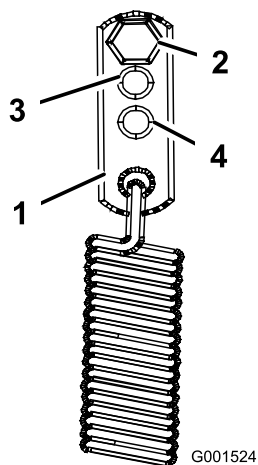

Figure 44
- Pour des conditions de conduite plus difficiles, déplacez les ancrages de ressort aux positions service moyen ou lourd (Figure 44). Les ancrages de ressort sont fixés au coin arrière supérieur des protections de la transmission hydraulique sur les côtés gauche et droit de la machine.
Le levier du frein de stationnement est situé sur le côté droit de la machine (Figure 44). Si le frein de stationnement ne reste pas serré correctement, réglez-le